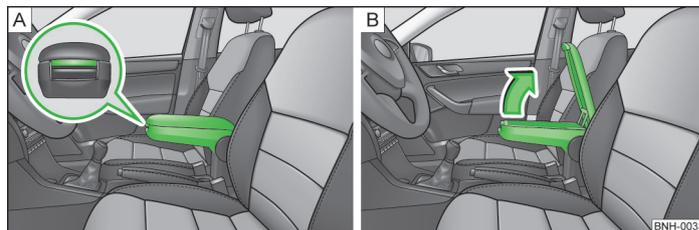

Fig. 33 Accoudoir central/ouverture du vide-poches
- Appuyez sur la touche sur la partie avant de l'accoudoir central » fig. 33 - .
- Relevez le couvercle du vide-poches vers le haut » fig. 33 - .